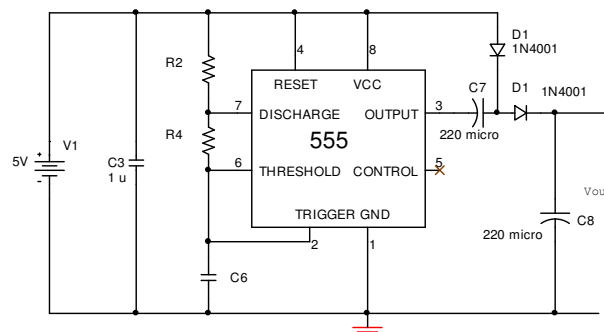

Figura 7. Circuito "Mistério 2"
**2.5.** Explique o funcionamento do circuito da figura 7 dimensionando o 555 para funcionar em regime astável com C6 igual a 10 nF, frequência de saída de 5 KHz e Duty Cycle de 55%.
Monte o circuito da figura 7. Capture formas de onda que justifiquem o funcionamento do circuito. Confirme ou atualize a análise feita na preparação.